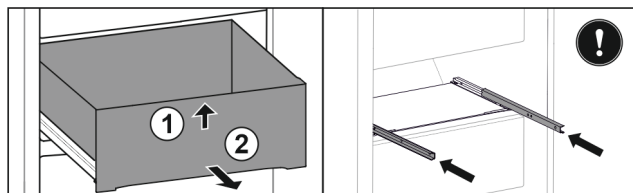

Fig. 141
- Nadvihnite zásuvku vpred. Fig. 141 (1)
- Odoberte zásuvku dopredu. Fig. 141 (2)